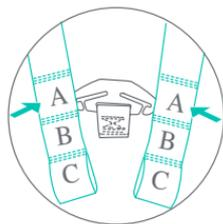

Fig. 33-1
9. Asegúrese de que los extremos de la correa del arnés estén completamente enganchados en la placa de metal. Ambos lados deben roscarse en la misma posición (Fig. 33-1).